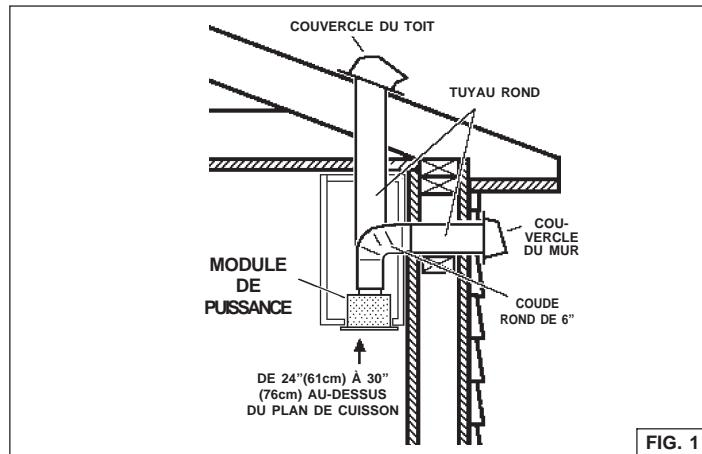

FIG. 1
- Décidez où le tuyau rond doit être installé, entre votre hotte et l'extérieur (Réf. Figure 1).